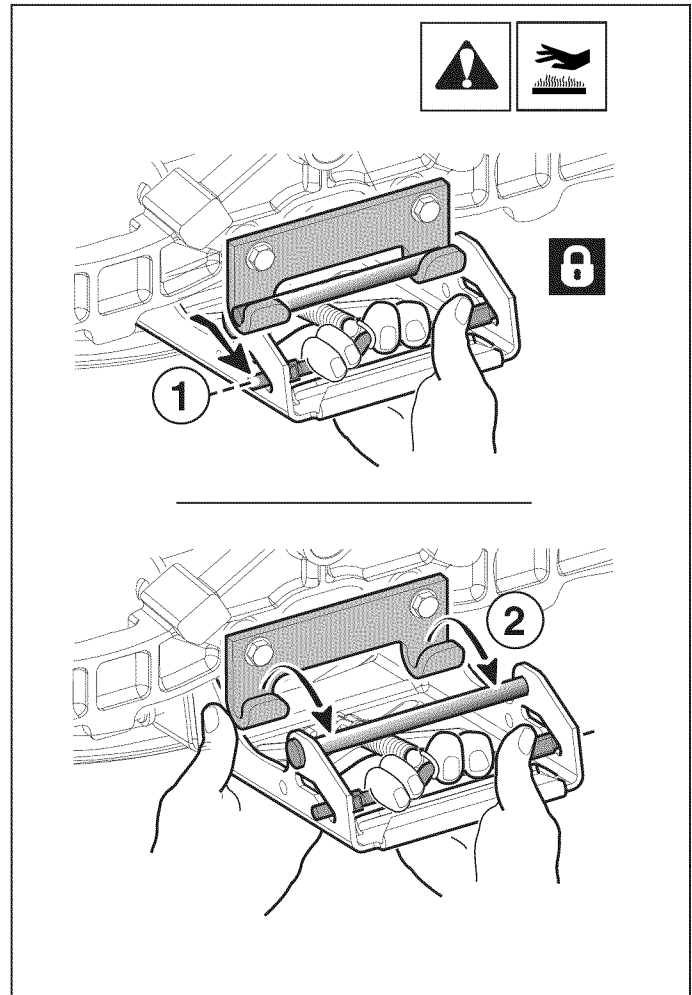

Figura 20
7. Gire las ruedas hasta ponerlas rectas. Tire hacia atrás sobre la palanca accionada por resortes y eleve el enganche hasta sacarlo del soporte del enganche del tractor (véase 1-2, Figura 20).